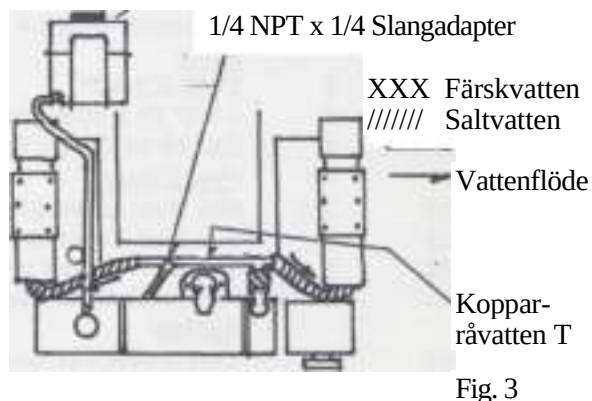

Fig. 3
10. Placera de (2) 1/8" X 3" gummibanden från satsen på värmeväxlarens monteringsbeslag. Placera ett i vardera änden. Placera nu värmeväxlaren på beslaget. Se till att påfyllningen är rakt uppåt och att värmeväxlaren är ca 1/4" från växelströmsgeneratoren. Koppla samman 1-1/2" OD kröken på högra sidan av värmeväxlaren med 1-1/2" ID slang från termostathuset. När värmeväxlaren är på plats skjut (2) slangklämmor #64 runt värmeväxlaren och beslagen och dra fast ordentligt.
11. Använd originalslangklämmorna för att fästa 1" råvatteninloppsslangen på slangfästet som finns baktill på vänstra delen av värmeväxlaren. Använd originalslangklämmorna för att fästa 1-1/2" färskvattenslangen på slangfästet nere till vänster på värmeväxlaren (fig. 3) Anslut 1" ID X 3-1/2" lång slang och (2) slangklämmor #16 (finns i satsen), från koppar-T-stycket till 1" OD kröken på höger sida av värmeväxlaren (se foto ovan, pil #2). När alla slangar är kopplade, dubbelkolla att alla slangklämmor är dragna.
12. Systemet använder sig av en ackumulatortank för att tillåta expansion av kylmedlet och för evakuering av luft. Montera plasttanken på en plats där det är lätt att kontrollera kylvätskan. Kapa till en bit 5/16" slang för att ansluta mellan slangfästet på värmeväxlarens påfyllningshals och slangfästet i botten på expansionstanken. Använd (2) 5/16" fjäderklämmor för att fästa slang. Fyll kylvätska i värmeväxlaren till den är full.
8. Se fig 3 & 4. Installera 1/4" NPTM X 1/4" 90 graders originalslangadapter i 1/4" NPTF koppling på koppar-T som medföljer satsen. Denna adapter måste peka mot T-stycket för färskvattensförbikoppling. Montera (men dra inte fast slangklämmorna) de två 3/4" ID slangarna från främre delen av vardera avgasgrenröret till vardera änden av koppar-T-stycket. Se till att 1" OD slangfästet på T-stycket pekar mot toppen på värmeväxlarens monteringsbeslag. Installera nu 1/4" ID slang på adaptern på koppar-T-stycket och använd originalslangklämman.